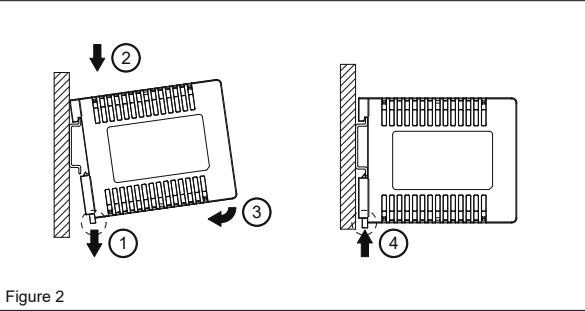
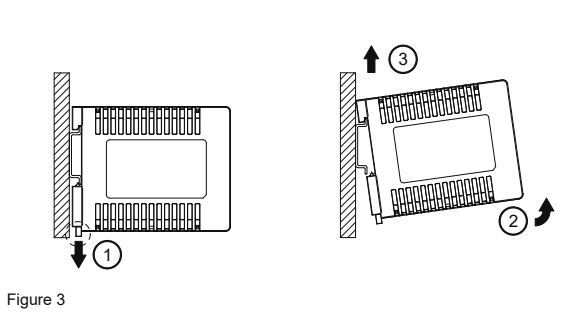

Figure 2
Figure 3
3. Montage und demontage (Abb. 2, Abb. 3)
Einrasten des Geräts in DIN-Schiene, wie in Abb. 2 dargestellt:
- Ziehen Sie den Einrasthebel für die DIN-Schiene nach UNTEN, wie in Abb. 3 dargestellt. Kippen Sie das Gerät nach oben und entfernen zunächst den unteren Teil des Gerätes von der DIN-Schiene. Nehmen Sie das Gerät nun nach oben komplett von der DIN-Schiene ab.